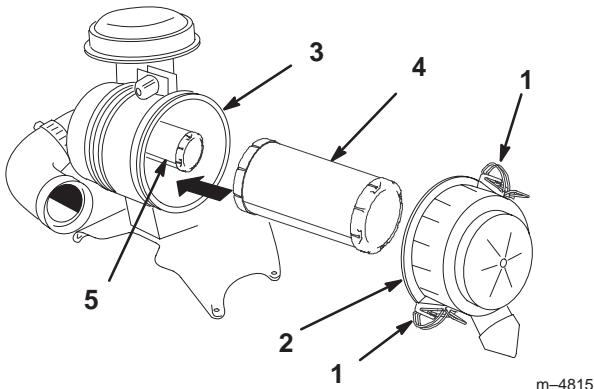

Figure 40
3. Dégagez les fixations du filtre et ôtez le couvercle du corps du filtre (Fig. 40).
5. Sortez l'élément primaire du corps du filtre avec précaution (Fig. 40). Évitez de cogner l'élément à l'intérieur du corps.
2. Si vous remplacez l'élément de sécurité, insérez-le avec précaution dans le corps du filtre (Fig. 40).
3. Installez ensuite l'élément primaire sur l'élément de sécurité avec les mêmes précautions (Fig. 40). Assurez-vous qu'il est bien engagé en appuyant sur le rebord extérieur de l'élément quand vous l'installez.
4. Reposez le couvercle, le côté portant l'inscription **UP** étant tourné vers le haut, et fermez les fixations (Fig. 40).